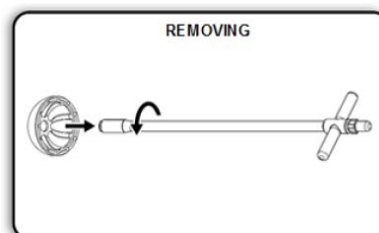

図.10
- (1) アダプターがハンドピースに取り付けられている場合、作業を続ける前にバッテリーが取り外されていることを確認する。
- (2) 図10のように、デバイスを完全に取り外す。